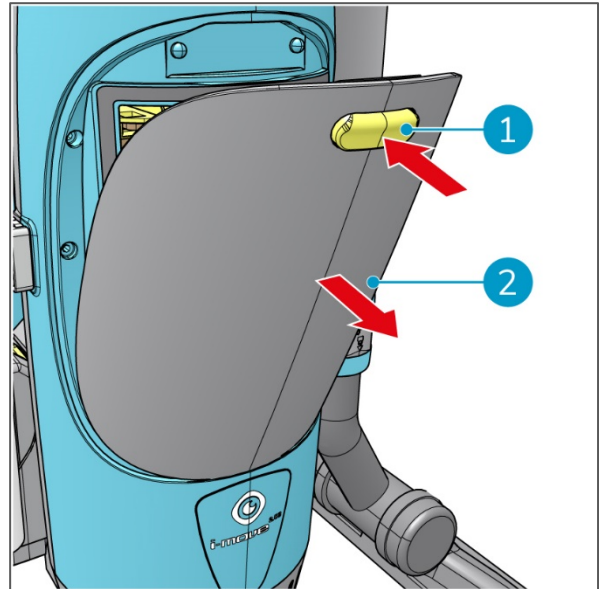

Figure 8
2. Appuyez sur le bouton jaune (Figure 8, pos. 1) pour déverrouiller la trappe.
3. Retirez la trappe (Figure 8, pos. 2).
9. Remettez la trappe (Figure 8, pos. 2), appuyez fermement jusqu'au clic.